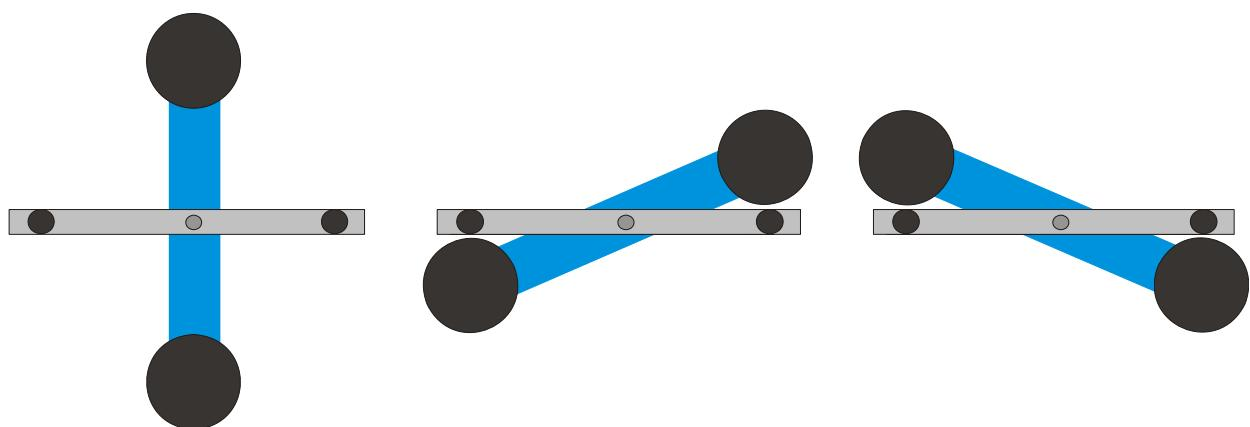

Fig. 6 Posiciones del travesaño externo (visto por encima), Izquierda: Posición 1, Centro: Posición 2, Derecha: Posición 3
- Se colocan las esferas de plomo grandes en el travesaño externo, estando en la posición 1 (ver Fig. 6) y se espera hasta que las oscilaciones hayan llegado al reposo (Observación del índice óptico). Si es necesario se calibra el punto cero.